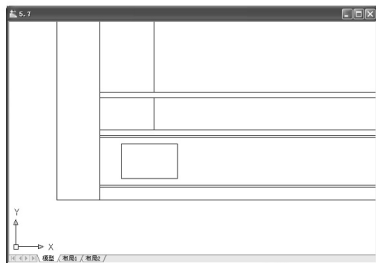

图 5.10 绘制 520mm×320mm 的造型
② 在指定另一个角点或 [面积(A)/尺寸(D)/旋转(R)]: 提示下，输入 “@520, 320” 后按 Enter 键结束命令，结果如图 5.10 所示。